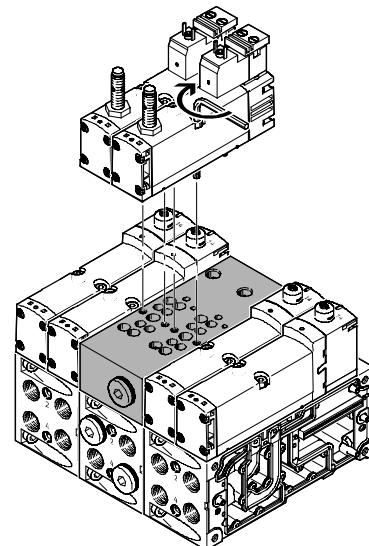

Fig. 14: Fissaggio delle elettrovalvole sull'unità di comando
5. Sistemare l'elettrovalvola sull'unità di comando (vedi Fig. 14) e stringere le viti di fissaggio con una brugola (apertura chiave 3). Osservare la coppia di serraggio ammissibile 2 Nm $\pm 10\%$.